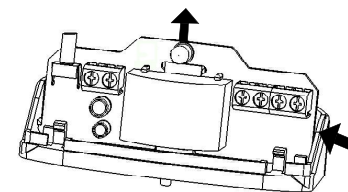

Рисунок 5
7.2. Вставьте отвертку (с плоским шлицом) между платой и боковой стенкой основания, отожмите стенку основания и извлеките плату (рисунок 5).